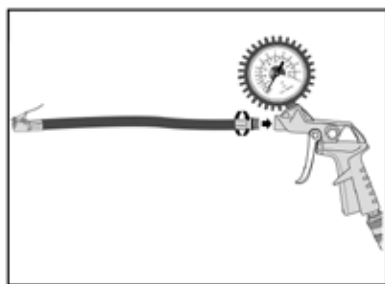

рис.3
- прикрутить (если не прикручен) шланг к пневмопистолету – см. рис.3;